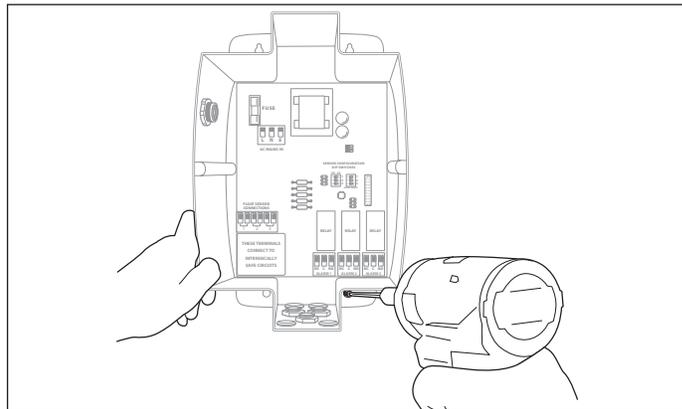

Figura 20-3
2. Use los orificios de sujeción para montar la caja de la alarma en su posición. (Figura 20-3)